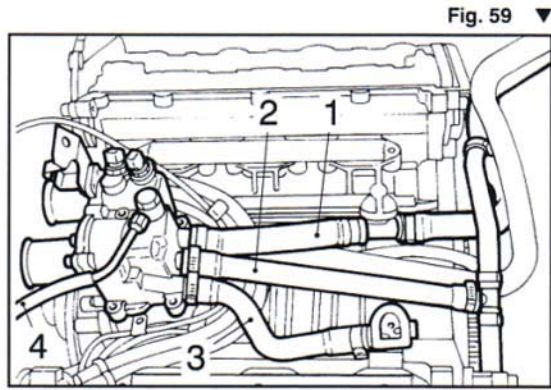

Fig. 59 ▼
- rimuovere il corpo termostato liquido refrigerante (**Fig. 59**) con le tubazioni mandata riscaldamento interno vettura (1), ritorno raffreddamento turbocompressori (2), ritorno da testa cilindri sinistra (3) e spurgo (4);
- remove the coolant thermostat body (**Fig. 59**) with the car interior heating feed (1), turbocharger cooling return (2), left cylinder return (3) and discharge (4) pipes;